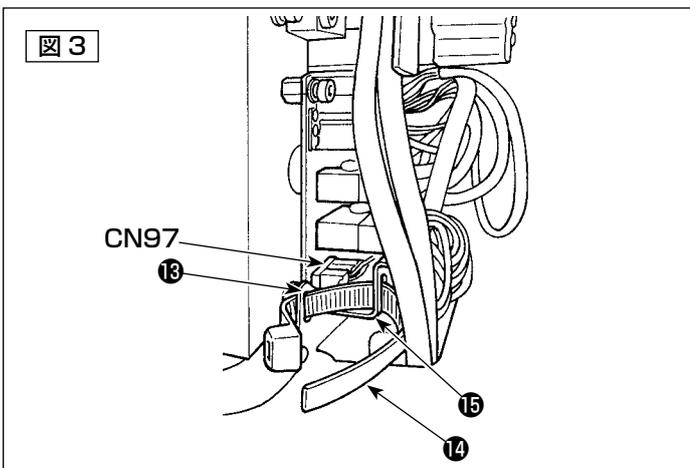

図 4
- 3) コード 2 本⑬⑭を図 4、5 のように他のコードに沿わせて配線し、B の位置 4 箇所ですの束線バンド (小) で束線します。また、もともと付いている図 4 のケーブルクリップ C で他のコードと一緒に止めます。